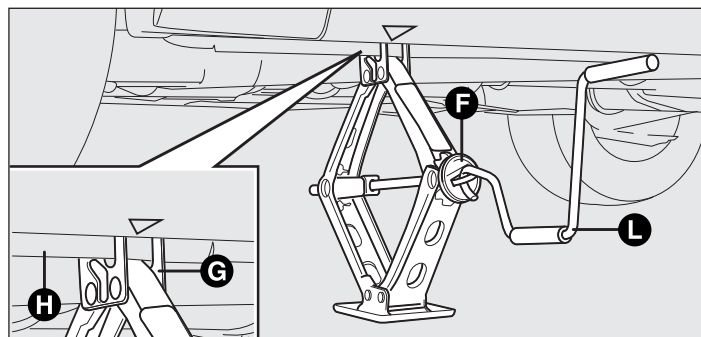

fig. 147
- ☐ accione el dispositivo F-fig. 147 para extender el gato hasta que la parte superior del gato G se introduzca correctamente en el dispositivo de sujeción H;
- ❑ accione la manivela L-fig. 147 del gato para bajar el vehículo y saque el gato;